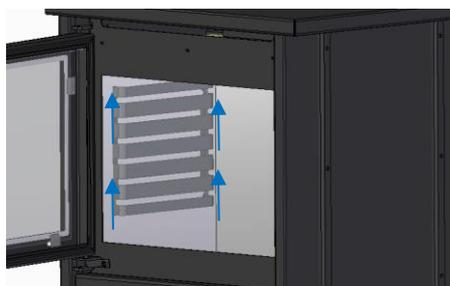

**Figure 57 - Deuxième déflecteur**
5. Pour retirer le deuxième déflecteur, il est nécessaire de soulever et de tirer selon le sens des flèches de la Figure 57, en laissant le déflecteur libre de ses supports et en pouvant ensuite le retirer par la porte.